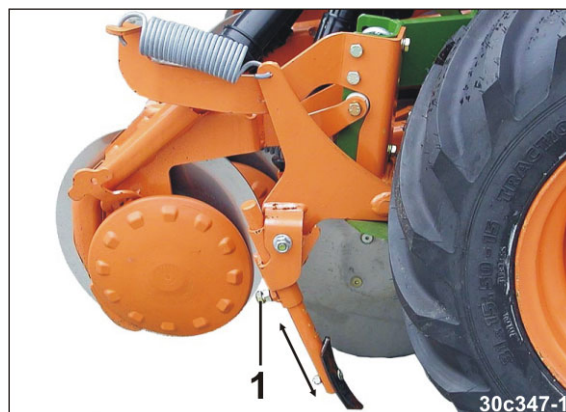

Bild 182
- 1.1 Lossa skruven (Bild 182/1).